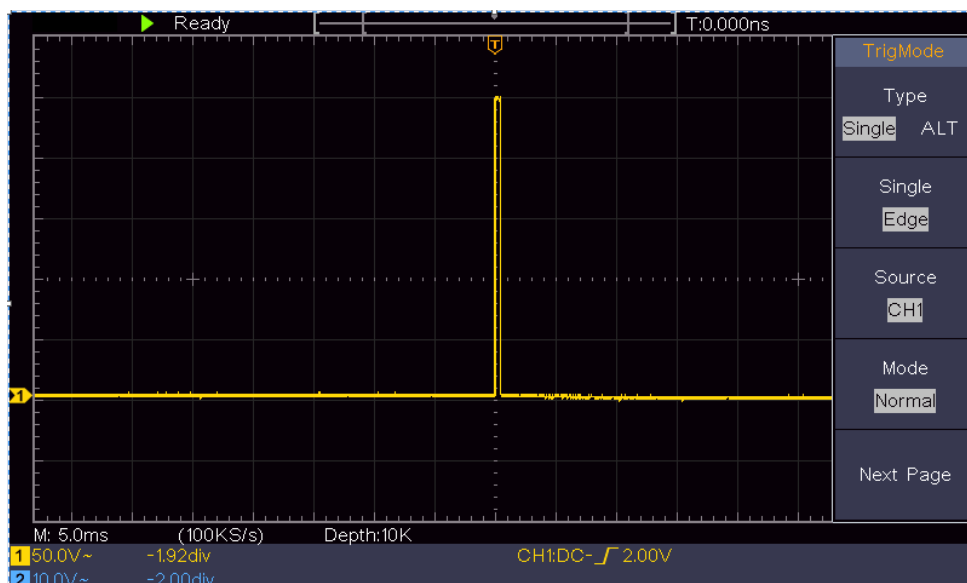

Abbildung 6-3 Erfassen eines einzelnen Signals
- (2) Stellen Sie die Knöpfe **Vertikale Skala** und **Horizontale Skala** ein, um einen geeigneten vertikalen und horizontalen Bereich für das zu beobachtende Signal einzustellen.
- (3) Drücken Sie die Taste **Acquire**, um das rechte Menü anzuzeigen.
- (4) Wählen Sie im rechten Menü **Erfassung** als **Spitzenwert**.
- (5) Drücken Sie die Taste **Trigger Menu**, um das rechte Menü anzuzeigen.
- (6) Wählen Sie im rechten Menü **Typ** als **einzeln**.
- (7) Wählen Sie im rechten Menü die Option **Einzeln** als **Flanke**.
- (8) Wählen Sie im rechten Menü **Quelle** als **CH1**.
- (9) Drücken Sie im rechten Menü auf **Nächste Seite**, wählen Sie **Kopplung** als **DC**.
- (10) Wählen Sie im rechten Menü **Flanke** als ( steigend).
- (11) Drehen Sie den **Trigger** Level-Regler und stellen Sie den Triggerpegel auf etwa 50 % des zu messenden Signals ein.
- (12) Überprüfen Sie die Triggerstatusanzeige oben auf dem Bildschirm. Wenn sie nicht bereit ist, drücken Sie die Taste **Run/Stop** und beginnen Sie mit der Erfassung, warten Sie auf den Trigger. Wenn ein Signal den eingestellten Triggerpegel erreicht, wird eine Abtastung durchgeführt und auf dem Bildschirm angezeigt. Auf diese Weise kann ein zufälliger Impuls leicht erfasst werden. Wenn wir zum Beispiel einen Grat mit hoher Amplitude finden wollen, stellen wir den Triggerpegel auf einen etwas höheren Wert als den durchschnittlichen Signalpegel ein, drücken die Run/Stop-Taste und warten auf einen Trigger. Sobald ein Grat auftritt, löst das Gerät automatisch aus und zeichnet die Wellenform im Zeitraum um die Triggerzeit auf. Durch Drehen des Drehknopfes **Horizontal Position** im horizontalen Bedienfeld können Sie die horizontale Triggerposition ändern, um eine negative Verzögerung zu erhalten, die eine einfache Beobachtung der Wellenform vor dem Auftreten des Grats ermöglicht (siehe *Abbildung 6-3*).